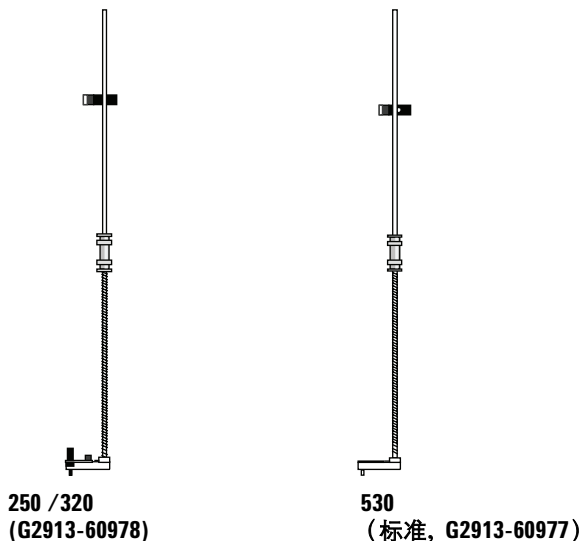

图 55 针头支架组件
- 3 验证进样器上安装的针头支架组件 (图 55) 是否正确。如果需要，可进行更换。请参阅第 153 页“更换 G2913A 进样器上的针头支架组件”。